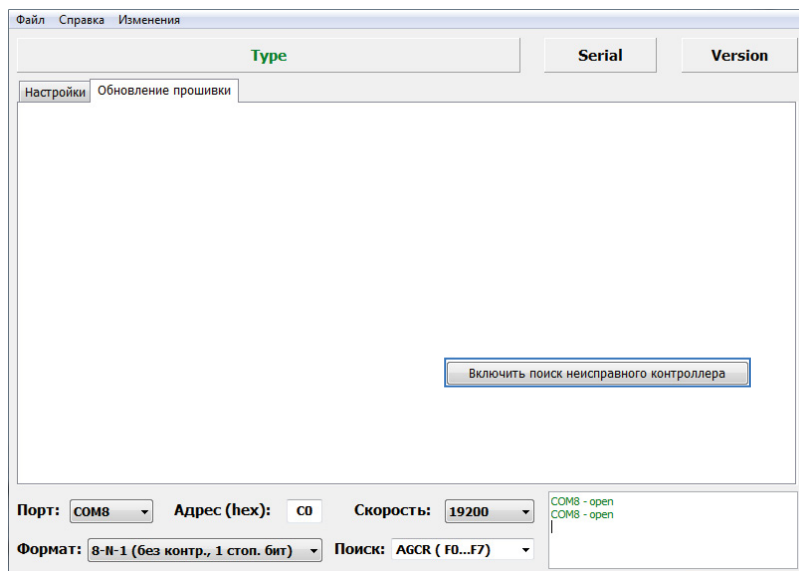

Рис.30. Поиск неисправного датчика.
- перейдите на вкладку «Обновление прошивки» и нажмите кнопку «Включить поиск неисправного контроллера» (**Рис.30**);